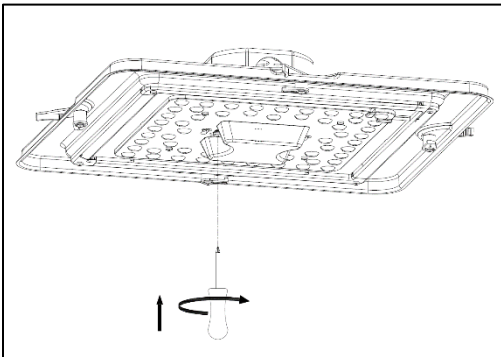

Figura 11
7. Asegure los 2 tornillos con un destornillador Philips (vea la figura 11).